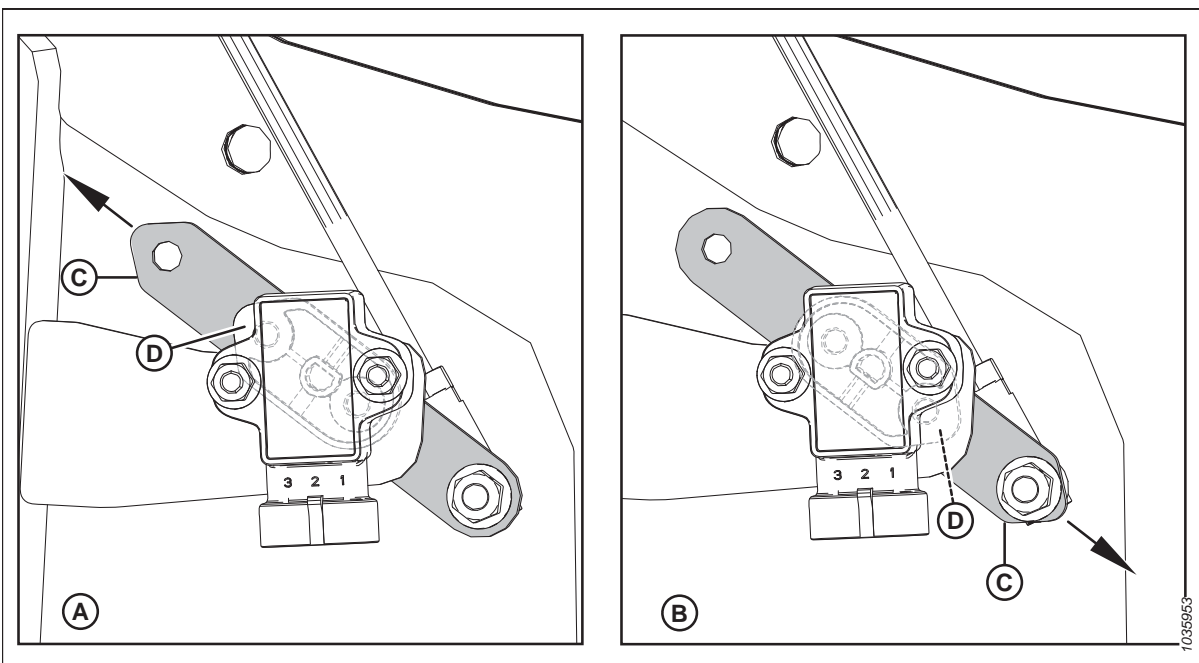

Abbildung 3.190: Konfigurationen Sensorbügel/Sensorzeiger
5. Sicherstellen, dass Sensorbügel (C) und Sensorzeiger (D) ordnungsgemäß für das Schneidwerk konfiguriert sind. Siehe Abbildung 3.190, Seite 172 bzgl. Anweisungen.